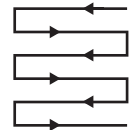

Fig. 18
5. Cortar en líneas ligeramente superpuestas. El patrón más efectivo para cortar el césped son las líneas rectas a lo largo de uno de los lados. Esto mantendrá las líneas parejas y asegura que todo el césped sea cortado sin dejar ningún sitio (Fig. 18).
8. Vacíe el recogedor de césped (8) con frecuencia.